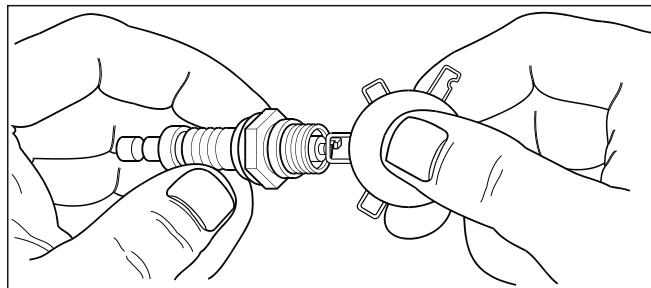

Рисунок 12 – Установка свечи
- Установите зазор в новой свече равным 0.76 мм. Установите ее в «голову» цилиндра (Рис.12).